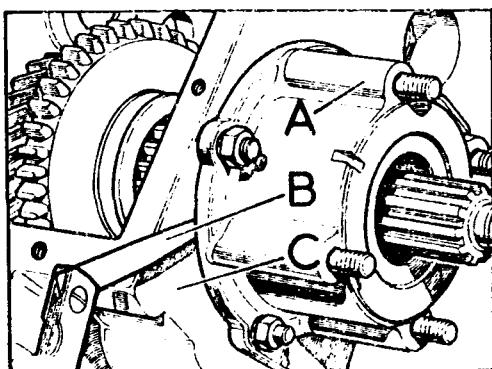
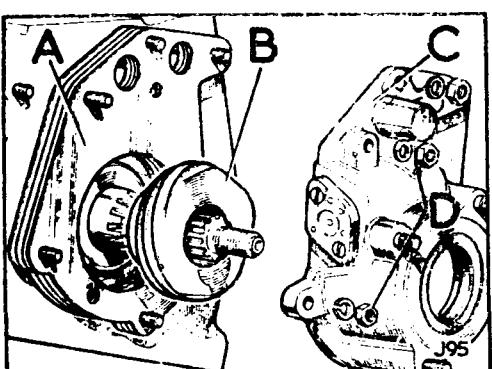

Fig. C1-43 Determinación de suplementos - para la caja del velocímetro
Fig. C1-44 Conjunto del mando del velocímetro
- d) Una vez que la carga previa sea correcta, se verificará que la separación entre la caja de velocímetro y la caja reductora es la misma en todos los puntos, lo que se determina por medio de una galga, B (Fig. C1-43). Esta separación será igual al grueso de los suplementos, A (Fig. C1-44) que será preciso colocar entre ambas cajas al hacer el montaje definitivo y mantener la carga previa - especificada.
4.7. Utilizando suplementos del grueso determinado anteriormente, se instalará el sifín, B (Fig. C1-44) y la caja, C, del velocímetro, dando un par de apriete a las tuercas de fijación, D, de 1.3 á 1.8 mkg.